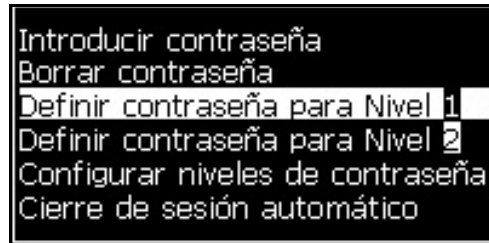
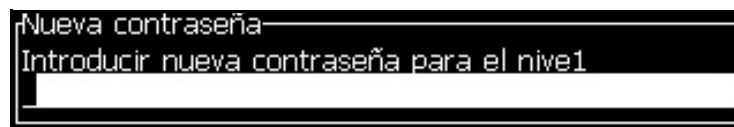

Figura 4-4. *Set Password Level* (Configurar nivel de contraseña)
Figura 4-5. *New Password* (Nueva contraseña)
- 1 Pulse *Alt + w* y seleccione *Set Password for level 1* (Definir contraseña para nivel 1) o *Set Password for level 2* (Definir contraseña para nivel 2) desde el menú *Password* (Contraseña) (consulte la Figura 4-4 en la página 4-4). Aparecerá el cuadro de diálogo *New Password* (Nueva contraseña) (consulte la Figura 4-5 en la página 4-4).